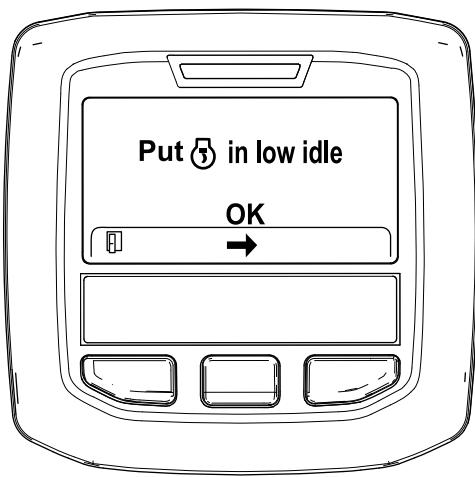

Figura 33
- Mueva el control del acelerador a RALENTÍ BAJO y pulse el botón central (Figura 33).